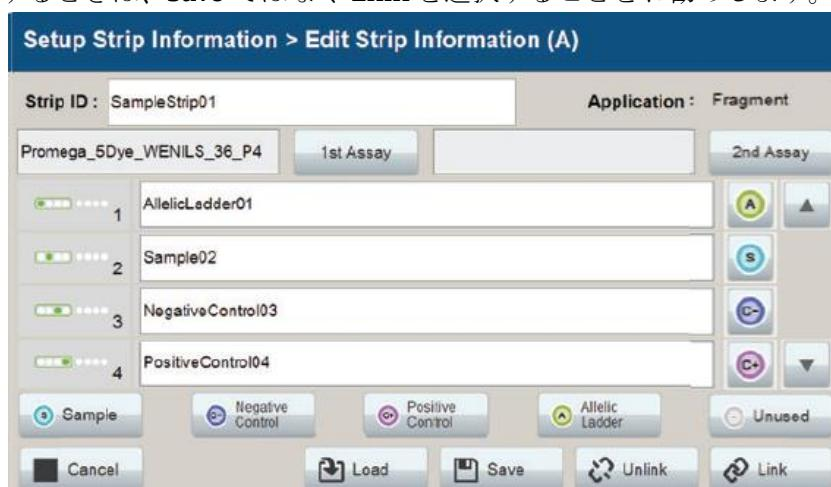

図 69 Edit Strip Information の入力完了画面
- ストリップのすべての情報の入力と確認が終わったら、Edit Strip Information 画面の右下隅にある **Link** を選択します。（図 69）
これにより、ストリップがランに紐付けられます。ストリップ情報を保存して今後のランに使用する場合は、Edit Strip Information 画面の下部にある **Save** を選択して情報を保存します。（図 69）これによりストリップ情報が保存され、ストリップがランに紐付けられるだけでなく、後で別のランために読み込むことができるようになります。（セクション 5.3.3 参照）